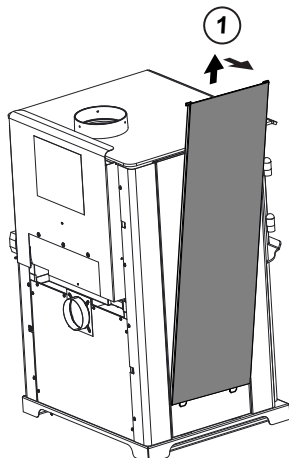

Figure 25.4
1. Retirez le panneau complet du côté en le soulevant et en le retirant de l'appareil (utilisez un outil plat afin de forcer le bas au besoin) (**Figure 25.4**).
2. Retirez le cadre des tuiles du côté de l'appareil en le soulevant et le retirant de l'appareil (**La figure 25.4 présente le retrait du panneau latéral complet**).